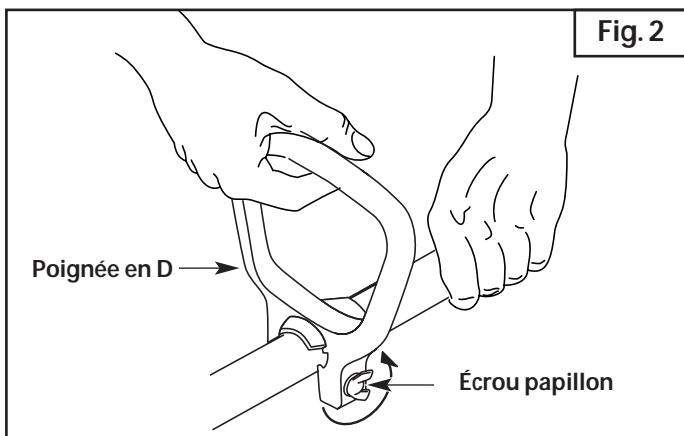

Fig. 2
2. Desserrez l'écrou papillon (Fig. 2). Il n'est pas nécessaire d'enlever l'écrou papillon, la rondelle ou le boulon.
3. Placez la poignée en D de manière à assurer une prise idéale, puis serrez l'écrou papillon (Fig. 2).